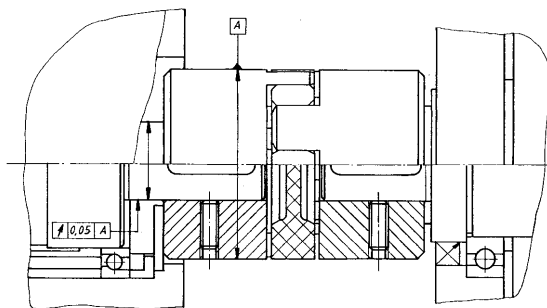
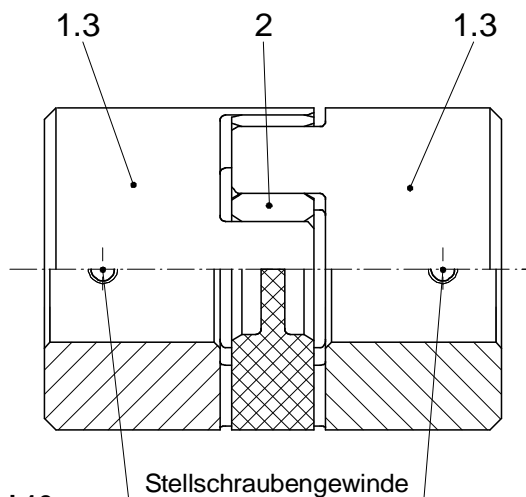

Bild 6
Bild 10
Bei Eigenfertigung der Bohrungen (kundenseitig) ist Rundlauf-toleranz 0,05 zu "A" (siehe Bild 6) beachten.
Bedingt durch ihre optimierte Bauweise bietet die ROBA®-ES Kupplung die Möglichkeit, nach Montage der Naben auf den An- bzw. Abtriebswellen, die Kupplung axial zu stecken. Ein nachträgliches Verschrauben und aufwendig konstruierte Gehäuse hierfür entfallen (siehe Einbaubeispiele Bild 6, 7 und 11).
Type 940_22_ (Bild 10)
- Naben (1.3) axial fixieren (siehe auch Einbaubeispiel Bild 6). Die axiale Fixierung erfolgt über einen Gewindestift (Stellschraube / Bild 10).